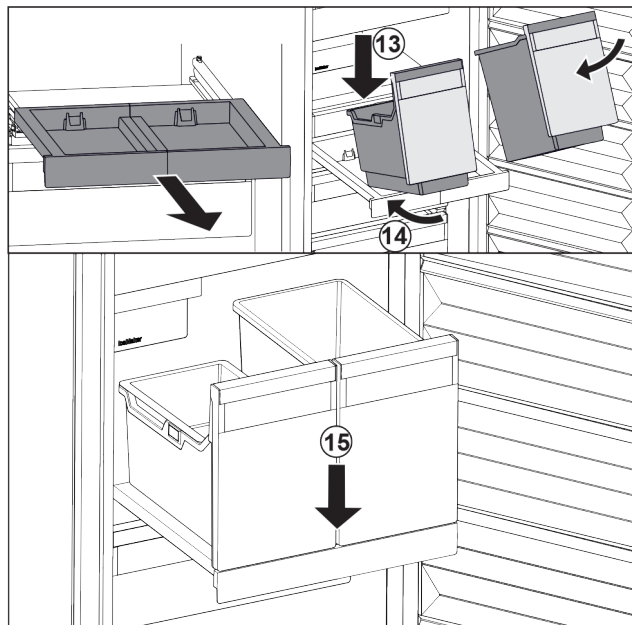

Fig. 106
- ▶ Nasadte nádobu šikmo na vyťahovaciu poličku. Fig. 106 (13)
- ▶ Zasuňte nádobu šikmo dozadu. Fig. 106 (14)
- ▶ Zložte nádobu vpredu. Fig. 106 (15)